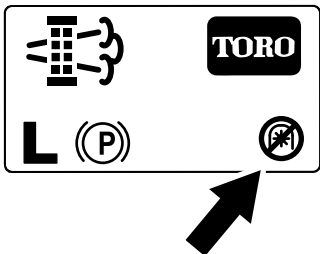

Figura 53
**Nota:** La pantalla de inicio muestra el icono de toma de fuerza desactivada (Figura 53).
**Nota:** La pantalla de inicio muestra el icono de toma de fuerza desactivada; consulte la Figura 53 en Mensajes de regeneración con la máquina aparcada \(página 48\).